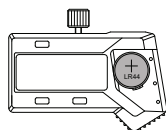

fig.2
---Coloque a bateria LR44 no compartimento da bateria, o lado positivo da bateria (+) deve estar voltado para fora (fig. 2)